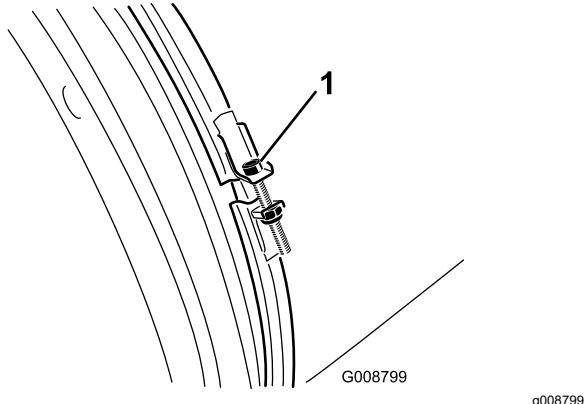

Figura 37
2. Inspeccione la abrazadera de la tobera en busca de señales de desgaste o daños (Figura 37).
3. Compruebe la abrazadera de la tobera del soplador cada día para asegurarse de que está bien apretada (Figura 37).